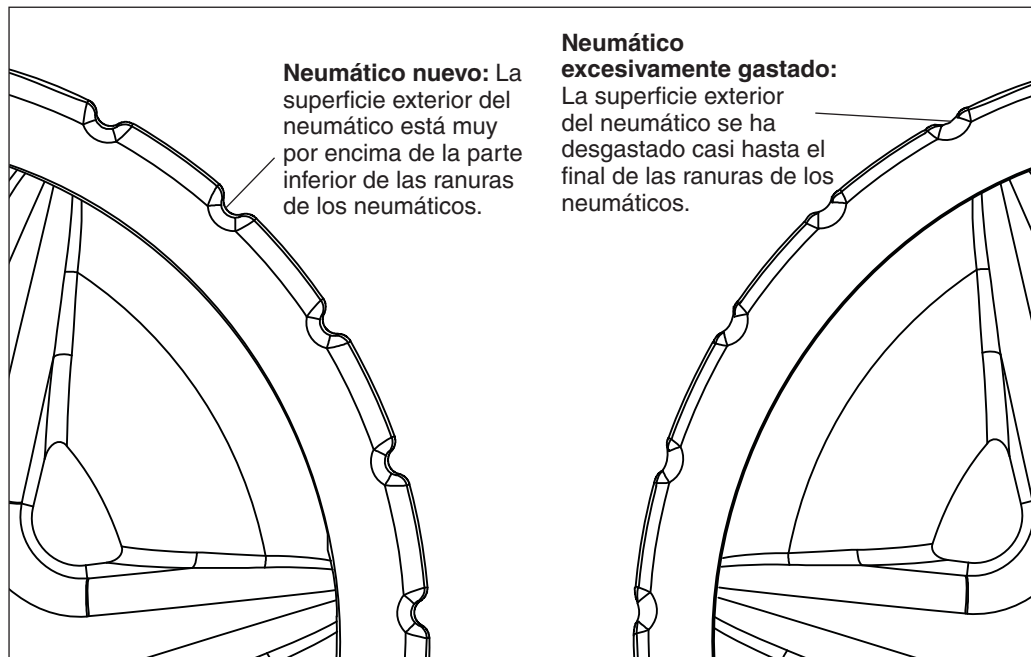

Figura 18: Comparación de desgaste del neumático
- Los neumáticos no estén excesivamente gastados. Véase la **Figura 18** en la página siguiente.
Tras un uso prolongado, es posible que deba reemplazar los neumáticos de goma del limpiafondos de succión lateral de piscina Warrior™. Cuando la superficie del neumático se ha desgastado hacia las ranuras del neumático, se debe reemplazar el neumático. Véase la **Figura 18**.